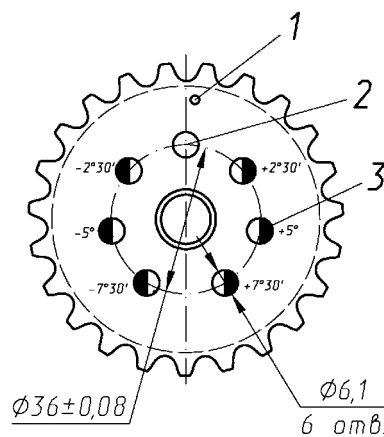

Рисунок 7 – Звездочка распределительного вала с дополнительными отверстиями:
5. По установленному на звездочку кондуктору (Рисунок 4) в каждой звездочке просверлить шесть дополнительных отверстий 3 (Рисунок 7) $\varnothing 6,1$ мм с угловыми смещениями $2^{\circ} 30'$, $5^{\circ} 00'$ и $7^{\circ} 30'$ от номинального положения заводского отверстия 2, расположенного по оси симметрии одной из впадин зубьев звездочки. При этом три дополнительных отверстия, смещенные от оси симметрии впадины зубьев по часовой стрелке, плюсовые, три других, смещенные против часовой стрелки, - минусовые, если смотреть на звездочку со стороны метки 1.